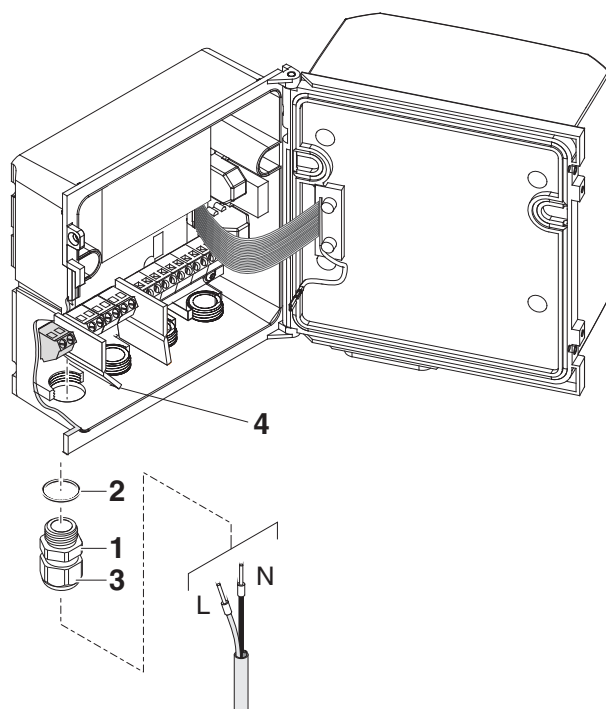

figure 3-13 Introduire le câble d'alimentation secteur.
- 6 Visser un passe-câbles à vis (pos. 1 figure 3-13) avec bague d'étanchéité (pos. 2) dans le boîtier au-dessous du raccordement réseau.
- 7 Desserrer l'écrou de serrage (pos. 3).
- 8 Introduire le câble d'alimentation secteur dans le boîtier en le passant par le passe-câbles à vis. Plier la paroi de séparation souple (pos. 4) vers la droite.
- 10 Serrer l'écrou de serrage (pos. 3 sur figure 3-13).